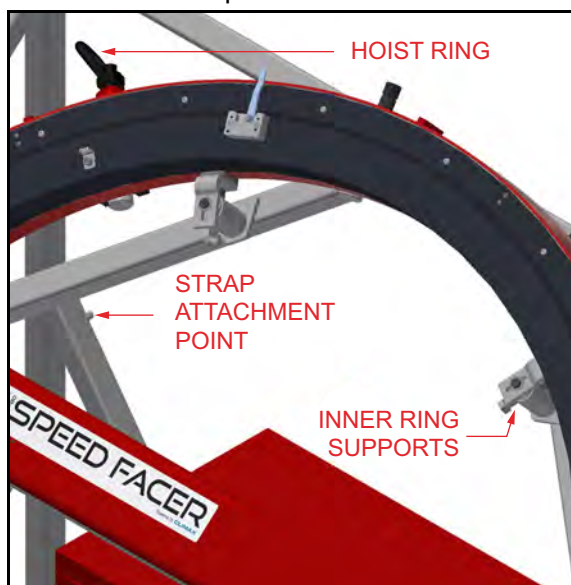

РИСУНОК 6-3. ТРАНСПОРТИРОВОЧНОЕ КОЛЬЦО, ТОЧКА КРЕПЛЕНИЯ СТЯЖКИ И ВНУТРЕННИЕ ОПОРЫ КОЛЬЦА (ПОКАЗАНА МОДЕЛЬ ODF80)
7. Отрегулируйте внутренние опоры кольца (см. Рис. 6-3.) аналогично выполненным действиям из Шаг 4 и Шаг 6 для опоры направляющего кольца и предотвращения повреждения ролика во время транспортировки.
8. Закрепите станок на наклонной транспортной раме с помощью стяжных ремней между транспортировочным кольцом, см. Рис. 6-3., и точкой крепления стяжки.